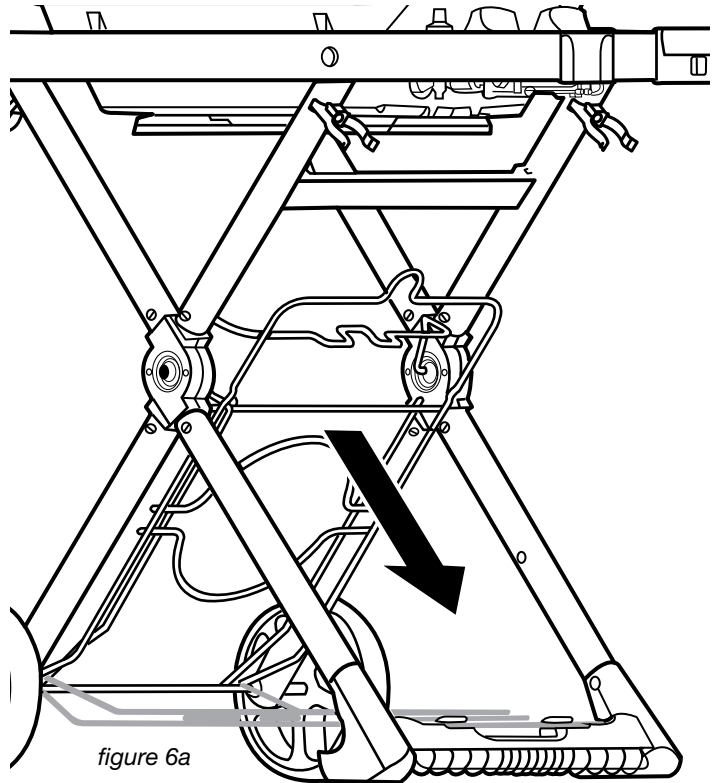
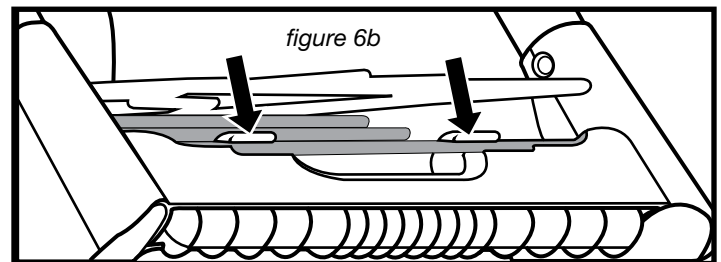

figure 6a
figure 6b
Baisser ③ le support de bouteille, comme indiqué à la figure 6a. Ensuite, l'enclencher ③ dans la poignée de patte, comme indiqué à la figure 6b.
**IMPORTANT** : Le ③ support de bouteille doit toujours être placé le plus bas possible pour une meilleure stabilité.